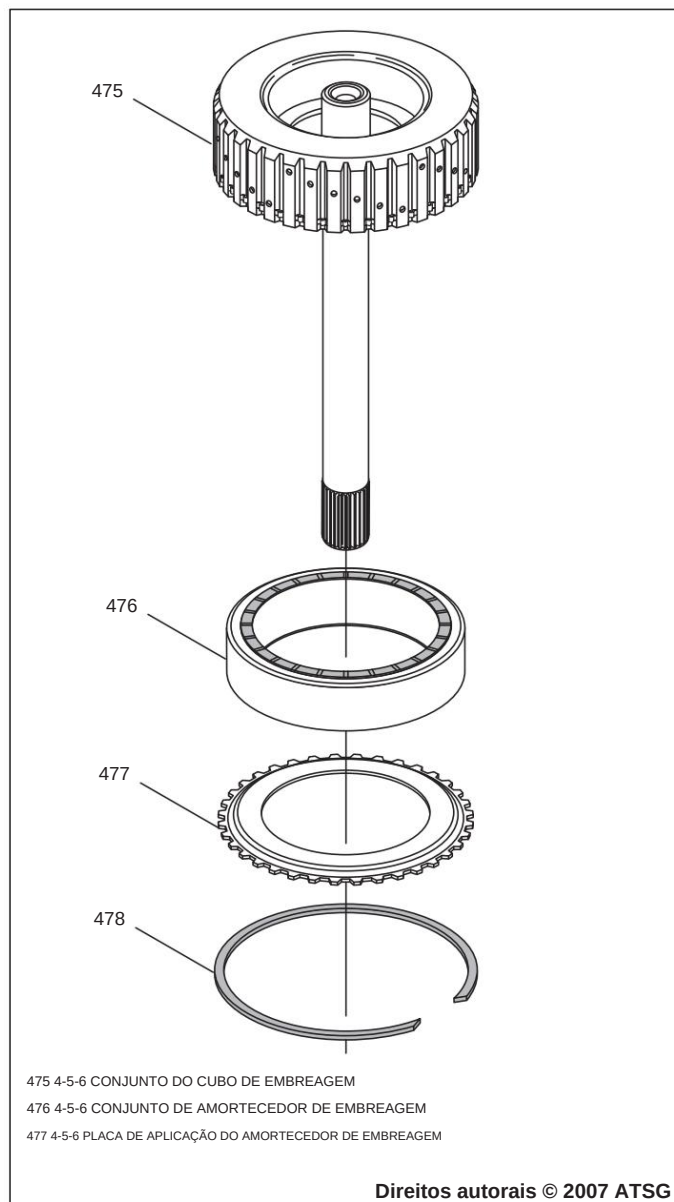

Figura 84
1. Desmonte o amortecedor da embreagem 4-5-6 usando a Figura 84 como guia.